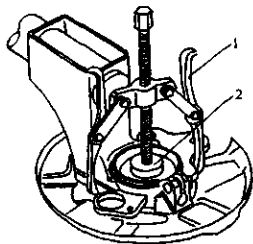

图 3-276 拆卸前轮毂及齿圈
1) 如图 3-276 所示, 拆带齿圈的前轮毂用 200mm 拉具 1 的两个活动臂先钩住前轮轴承壳中的两边 (只有一个位置才能钩住)。